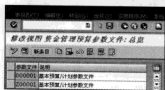

图 5-181 “修改视图资金管理预算参数文件：总览”界面
STEP 1 在命令栏输入 SPRO 命令，通过菜单选择“行政机构管理→资金管理部门→预算和有效性控制（模板预算）→预算参数文件（模板预算）→设置预算参数文件”选项，或者直接在命令栏中输入“OF12”命令，弹出“修改视图资金管理预算参数文件：总览”界面，如图 5-181 所示。在此界面中，可以创建、修改资金管理预算参数文件。